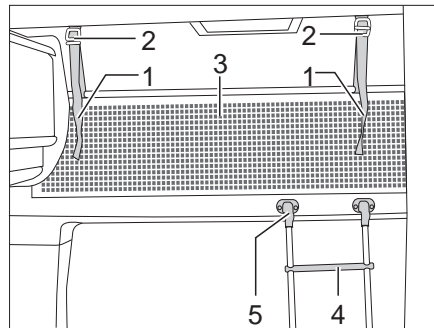

Fig. 121 Letto mansarda
Per salire sul letto mansarda, utilizzare la scaletta di accesso (Fig. 121,4) in dotazione ai modelli di serie.
- Agganciare la scalette con i longheroni nell'apposito supporto (Fig. 121,5) al pannello cieco del letto.
La rete protettiva (Fig. 121,3) è stivata sui modelli di serie tra il materasso e il telaio portamaterasso. Fissare la rete protettiva soltanto dopo che le persone si sono stese nel letto mansarda.
- Fare innestare i nastri di sostegno (Fig. 121,1) nei supporti sul soffitto (Fig. 121,2).